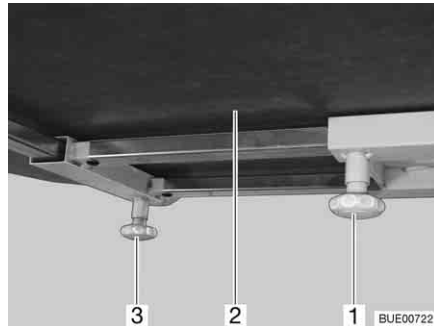

Bild 114 Tischplatte verschieben (Alternative)
- Rändelschraube (Bild 114,1) lösen.
- Tischplatte (Bild 114,2) in gewünschte Position schieben.
- Rändelschraube (Bild 114,3) lösen.